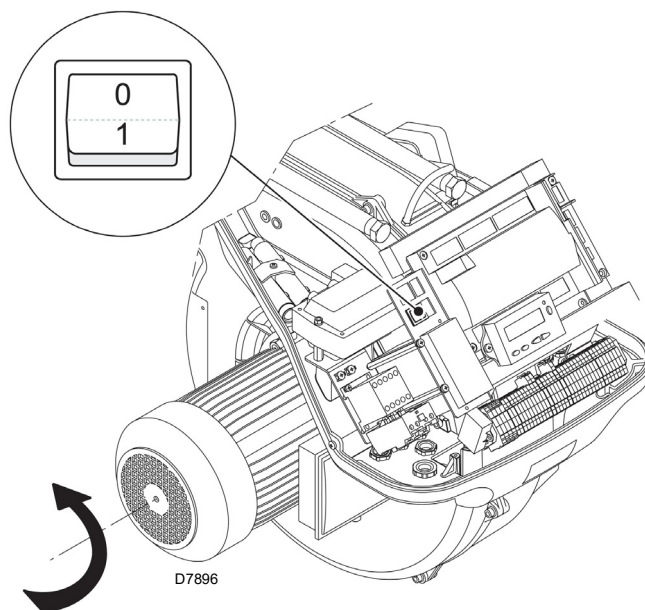

Abb. 27
Schließen Sie die Thermostate/Druckwächter und bringen Sie den Schalter in Abb. 27 in Position "1".
Stellen Sie sich, sobald der Brenner startet, vor dem Kühlgebläse des Gebläsemotors auf und prüfen Sie, ob sich dieses entgegen dem Uhrzeigersinn dreht. Siehe Abb. 27.
- Stellen Sie den Schalter von Abb. 27 in Position "0" und warten Sie ab, dass das Steuergerät die Abschaltphase ausführt;
Der Brenner befindet sich im Wartestatus bei Wärmeanfrage oder der Wahlschalter "0-1" (Abb. 27 auf Seite 32) steht auf Position "0".